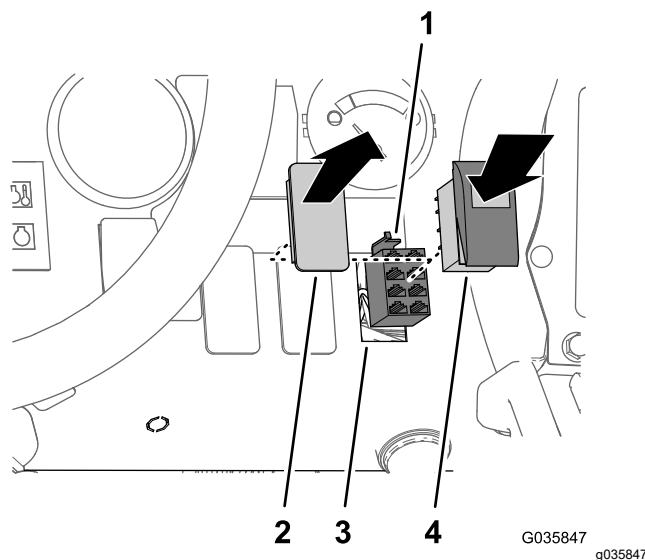

Figura 34
- Retire a tomada do interruptor no painel de instrumentos no local mostrado na Figura 34.
- Ligue o conector de 8 tomadas do kit de acabamento Ultra Sonic Boom identificado SONIC MODE MANUAL VS. AUTO (modo Sonic manual vs. auto) ao interruptor oscilador (Figura 34).
- Insira o interruptor oscilador na abertura do painel até o interruptor ficar bem preso (Figura 34).